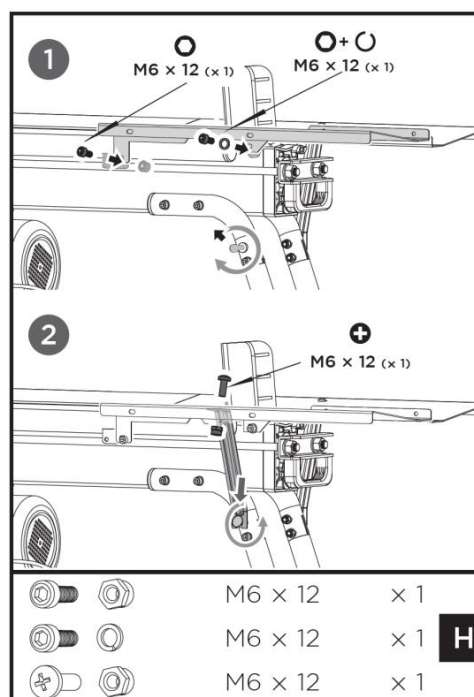

Fig. 8
5. Allineare i fori di montaggio del vassoio porta-tronchi 2 (g) con i fori sul lato anteriore dello splitter. Inserire una vite a testa cilindrica con esagono incassato M6x12 e una rondella elastica (H) nel foro di montaggio destro e una vite a testa cilindrica con esagono incassato M6x12 e un controdado M6 (H) nel foro di montaggio sinistro, quindi serrare saldamente entrambi. Vedere Fig. 8.
6. Allentare il bullone a testa svasata e il dado sul lato destro della gamba anteriore. Inserire l'estremità aperta del montante di supporto 1 (c) sul bullone e serrare il dado. Collegare l'estremità superiore del montante di supporto 1 (c) al vassoio porta-tronchi 2 (g) con una vite a testa cilindrica con intaglio a croce M6x12 e un controdado M6 (H), quindi serrare. Vedere Fig. 8.